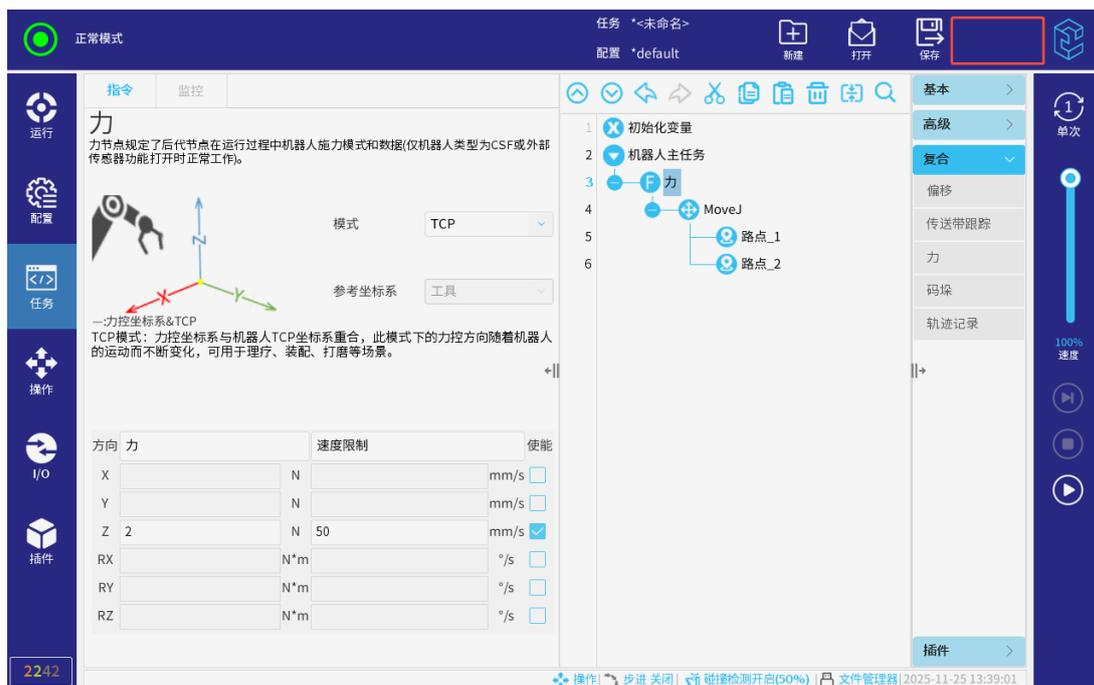

图 3-17: 进入专家模式
1. 连续点击示教器右上方空白处五次，如图 3-17 所示，输入密码“ELIBOT”进入专家模式。